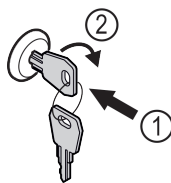

Fig. 86 Ilustrační zobrazení
- Klíč zasuňte dovnitř Fig. 86 (1).
- Otáčejte klíčem o 90° ve směru hodinových ručiček Fig. 86 (2).